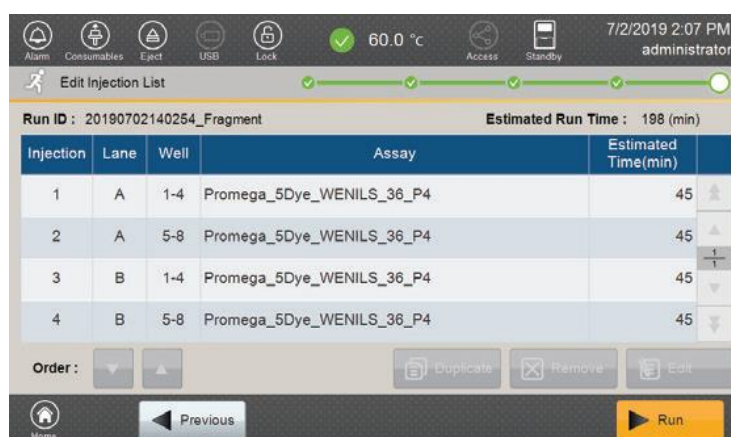
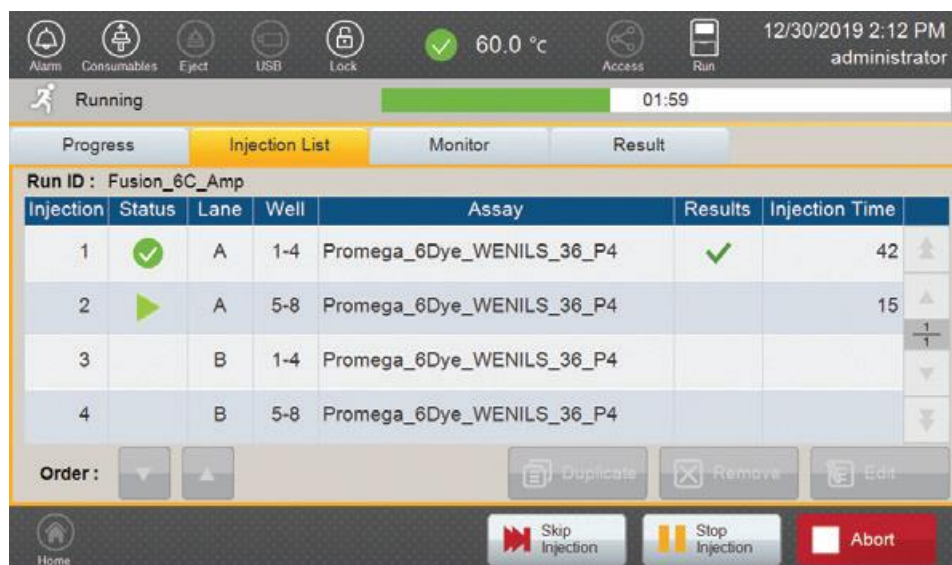

図 94 Edit Injection List 画面
図 98 Injection List タブ
4. オートサンプラーがホームポジションに戻ると、**Edit Injection List** 画面（図 94）が表示されます。**Injection list** を編集する場合は、セクション 5.6 を参照してください。
Edit Injection List 画面（図 94）では、ラン開始前にリンクされたストリップに割り当てられたランアッセイを変更できます。また、この画面からインジェクションの削除、複製、並び替えもできます。デフォルトでは、インジェクションリストには予定されているすべてのインジェクションがレーンとウェルの位置の順に表示されます。画面右側の矢印で特定の injection を探すことができます。
1. リスト（図 94）で適切なインジェクションを選択し、**Edit** を選んで **Select Assay** ウィンドウを開きます。
1. リスト（図 94）から削除したい injection を選択し、**Remove** を選びます。
リスト（図 94）から該当するインジェクションを選択し、**Duplicate** を選択します。複製されたインジェクションはインジェクションリスト一番下に追加されます。
1. リストで適切なインジェクションを選択し、**Edit Injection List** 画面（図 94）の左下にある ▲ ▼ ボタンで順番を変更します。
Injection List タブ（図 98）では、セットアップ手順（セクション 5.5）の **Edit Injection List** 画面（図 94）と同じ情報が表示され、さらにステータス情報と Progress タブと同じフッターボタンが追加されます。